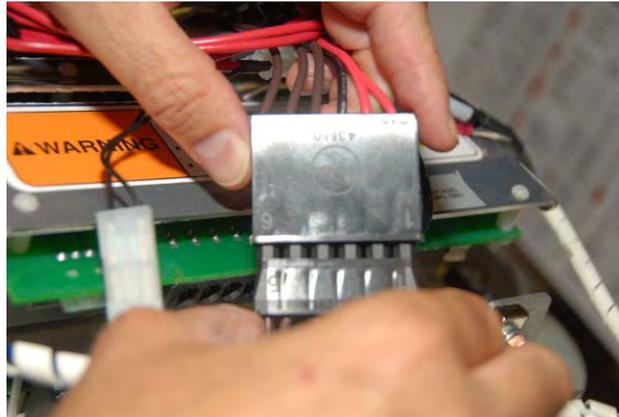

Figure 3 Connectez le faisceau d'essai au compresseur
10. Connectez les deux prises du faisceau de câbles du compresseur dans les douilles correspondantes du faisceau d'essai de bus CC (cf. Figure 3).